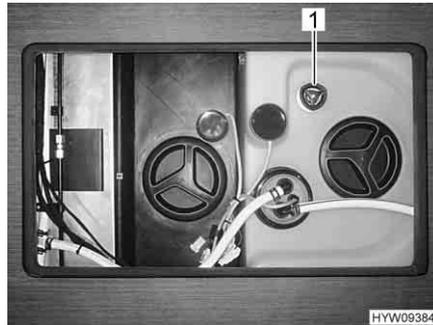

Fig. 183 Maniglia girevole (serbatoio dell'acqua)
- Sul serbatoio dell'acqua, ruotare la maniglia girevole (Fig. 183,1) in senso orario fino all'arresto.
- Sul serbatoio dell'acqua, ruotare la maniglia girevole (Fig. 183,1) in senso antiorario fino all'arresto. L'acqua fuoriesce fino a ca. 20 litri.
- Sul serbatoio dell'acqua ruotare la maniglia girevole (Fig. 183,1) in senso antiorario, oltre la resistenza verso l'esterno fino all'arresto, per aprire completamente l'apertura di scarico.